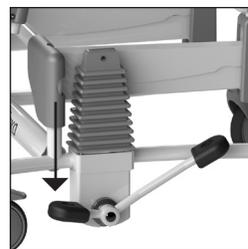

Figura 15 Spostamento verso il basso
- Il componente della poltrona viene spostato verso il basso premendo la parte corta del pedale (vedere figura 15).